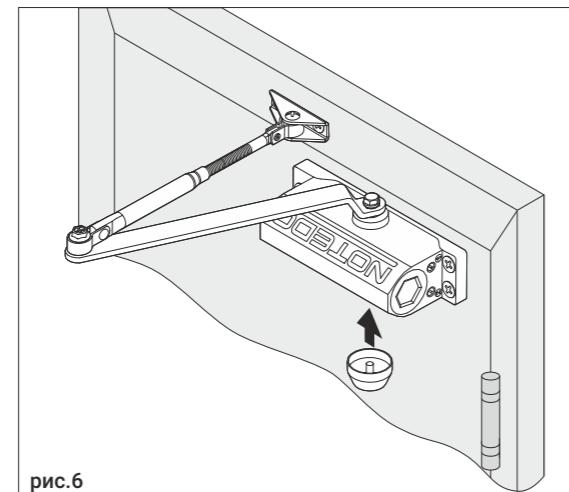

рис.6
- Установите декоративный колпачок, рис. 6